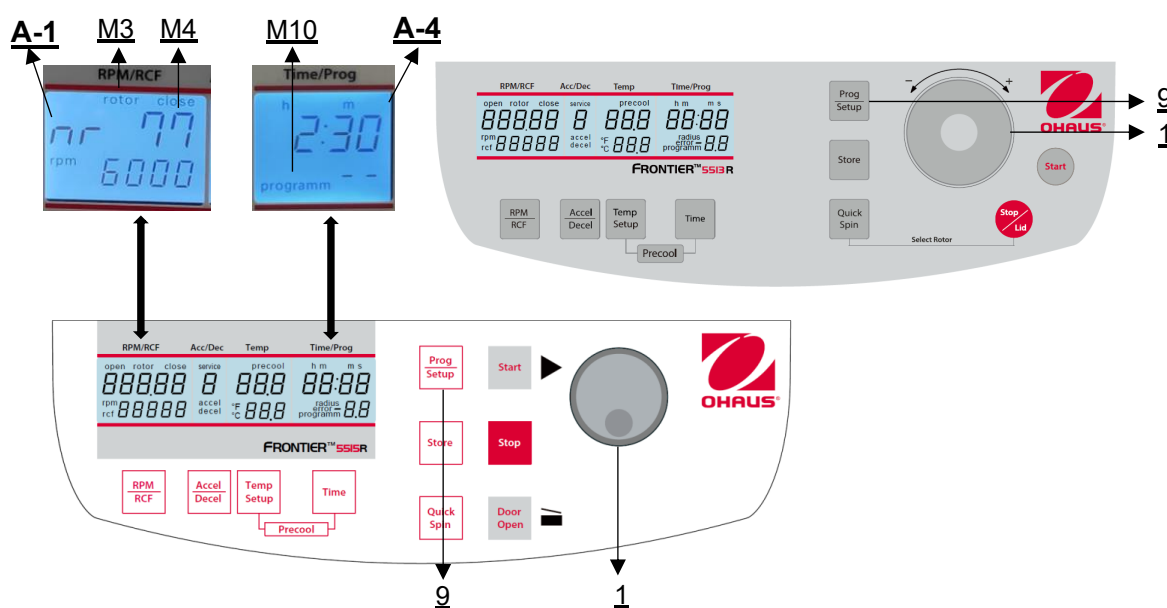

Figura 21
Para recuperar los programas almacenados, pulse la tecla **"Prog/Setup"** (9) (véase la figura 21) con la tapa ya cerrada. En la pantalla **"Time/Prog"** (A-4) aparece **"program--"** (M10). El número de programa deseado puede preseleccionarse con la rueda táctil (1).
Para salir del modo de programación basta con pulsar la tecla **"Prog/Setup"** (9) (véase la figura 21). A continuación, en la pantalla
Puede poner en marcha la centrífuga con la tecla **"Start"** (8) o con la tecla **"Quick Spin"** (6) (véase la figura 21). Con la tecla **"Start"** (8) puede iniciar ciclos almacenados o ciclos con parámetros preseleccionados manualmente. Una vez transcurrido el tiempo de funcionamiento preseleccionado, la centrífuga se detiene automáticamente. Con la tecla **"Giro rápido"** (6) puede iniciar ciclos que duran sólo unos segundos.